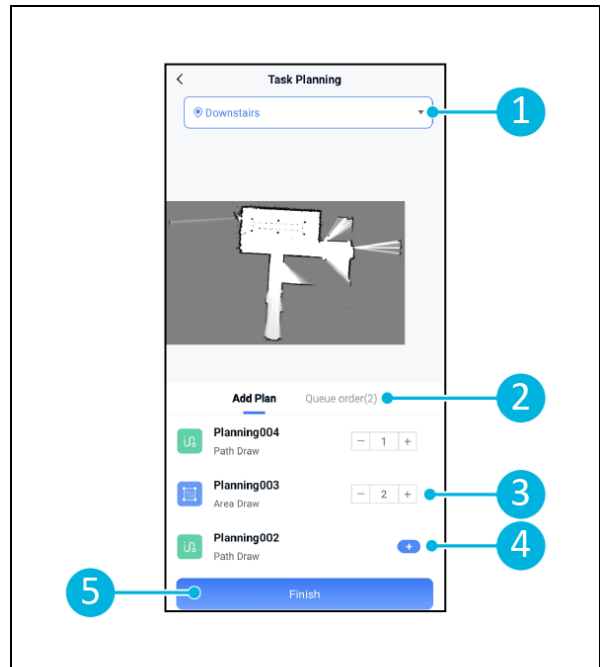

Figura 26
5. Seleccione o mapa no qual pretende criar a tarefa (Figura 26, pos. 1).
6. Adicionar os planos (Figura 26, pos. 4) que o co-boticista 45 irá incluir na tarefa de limpeza e quantas vezes (Figura 26, pos. 1) os planos são executados.
7. Seleccione [\[Ordem das filas\]](#) (Figura 26, pos. 2) para alterar a ordem pela qual os planos são executados na tarefa.
8. Seleccione [\[Concluir\]](#) (Figura 26, pos. 5) quando a tarefa estiver totalmente configurada.